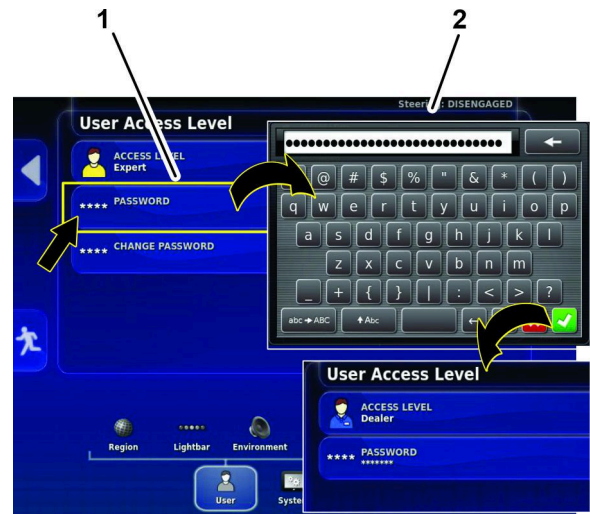

Bild 159
4. Drücken Sie auf das KENNWORT-Symbol, geben Sie das Händlerkennwort in das Pop-up-Tastaturfenster ein, und drücken Sie auf das Bestätigen-Symbol (Bild 159).